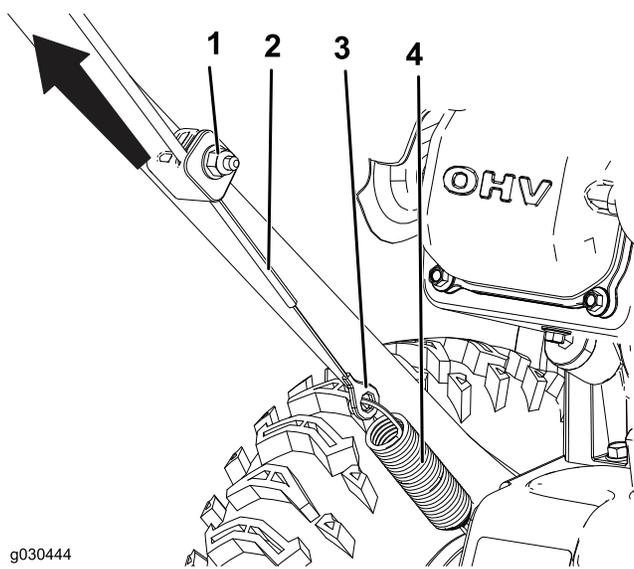

Figura 24
1. Allentate il dado sul serrafilo per cavi inferiore ma non rimuovetelo (Figura 24).
2. Tirate il cavo verso l'alto e rimuovete un po' dell'allentamento (Figura 24).
3. Tenete il cavo in posizione e serrate il dado (Figura 24).